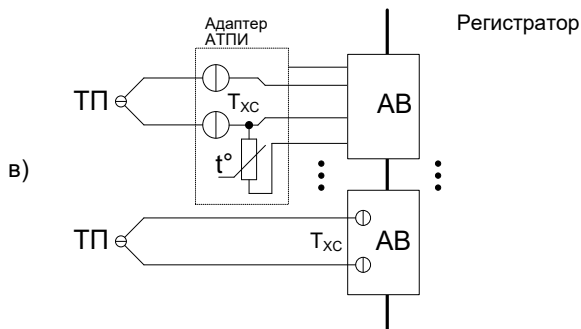

Рисунок 2.32 Способы измерения температуры свободных концов ТП:
- Внутренний датчик – Температура свободных концов термопары (T_{xc}) измеряется с помощью встроенного датчика температуры (ДТ), входящего в комплект поставки регистратора. Измеренное значение T_{xc} преобразуется по НСХ заданного типа в значение ТЭДС, которое суммируется с измеренным значением ТЭДС на клеммах для подключения свободных концов термопары. Полученное значение преобразуется по НСХ в значение температуры, соответствующей температуре рабочего спая термопары (см. рис. 2.32, а). При наличии систематической погрешности измерения T_{xc} встроенным датчиком (например, вследствие воздействия внешних факторов) в поле «Коррекция T_{xc} » следует ввести величину поправки в °С, соответствующей разности действительного значения температуры рабочего спая ТП и значения, измеряемого каналом. При преобразовании суммы ТЭДС горячего и "холодного" спая в значение температуры, соотв. температуре горячего спая температура "холодного" спая будет учитываться со значением этой поправки;
- АВ1...АВ32 – измерение T_{xc} одним из каналов регистратора. Указывается один из каналов, к которому подключен внешний измеритель T_{xc} (чаще всего – термопреобразователь сопротивления - ТС) - см. рис. 2.32, б. В случае наличия систематической погрешности измерения T_{xc} выбранным каналом в поле «Коррекция T_{xc} » следует ввести величину поправки в °С;